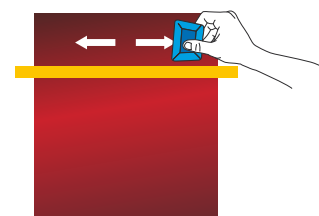

Figure04
- › Commencer le collage du film avec une raclette (préalablement recouverte de feutrine) formant un angle à 45° et un sens d'application du centre vers les bords. (FIG. 04)